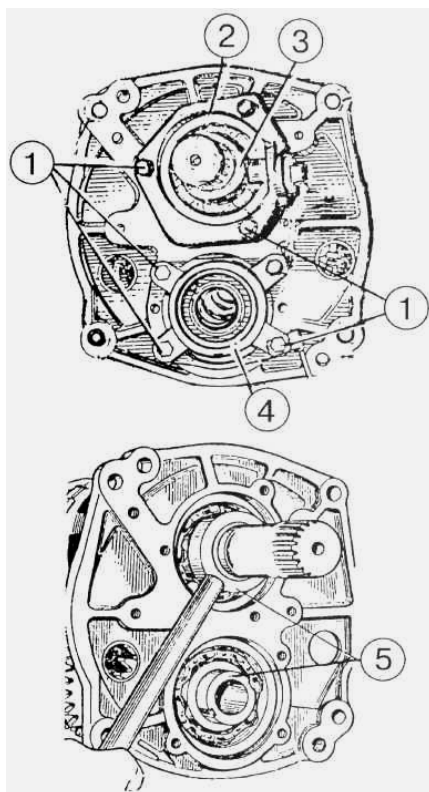

Рисунок 4.64
- а) отверните болты 1 (рисунок 4.64) и снимите втулку подвода смазки 3 , крышку 2 , стакан 4;